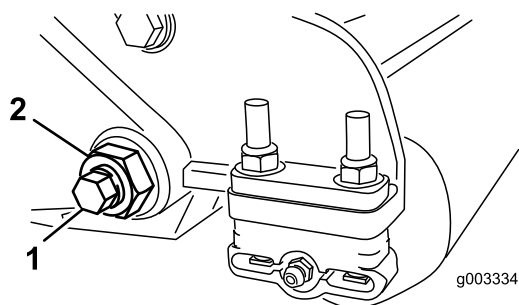

Figura 28
3. En cada lado de la máquina, afloje la contratuerca que fija el perno de la barra de asiento (Figura 28).
4. Retire cada perno de la barra de asiento, para poder tirar de la barra hacia abajo y retirarla de la máquina (Figura 28).